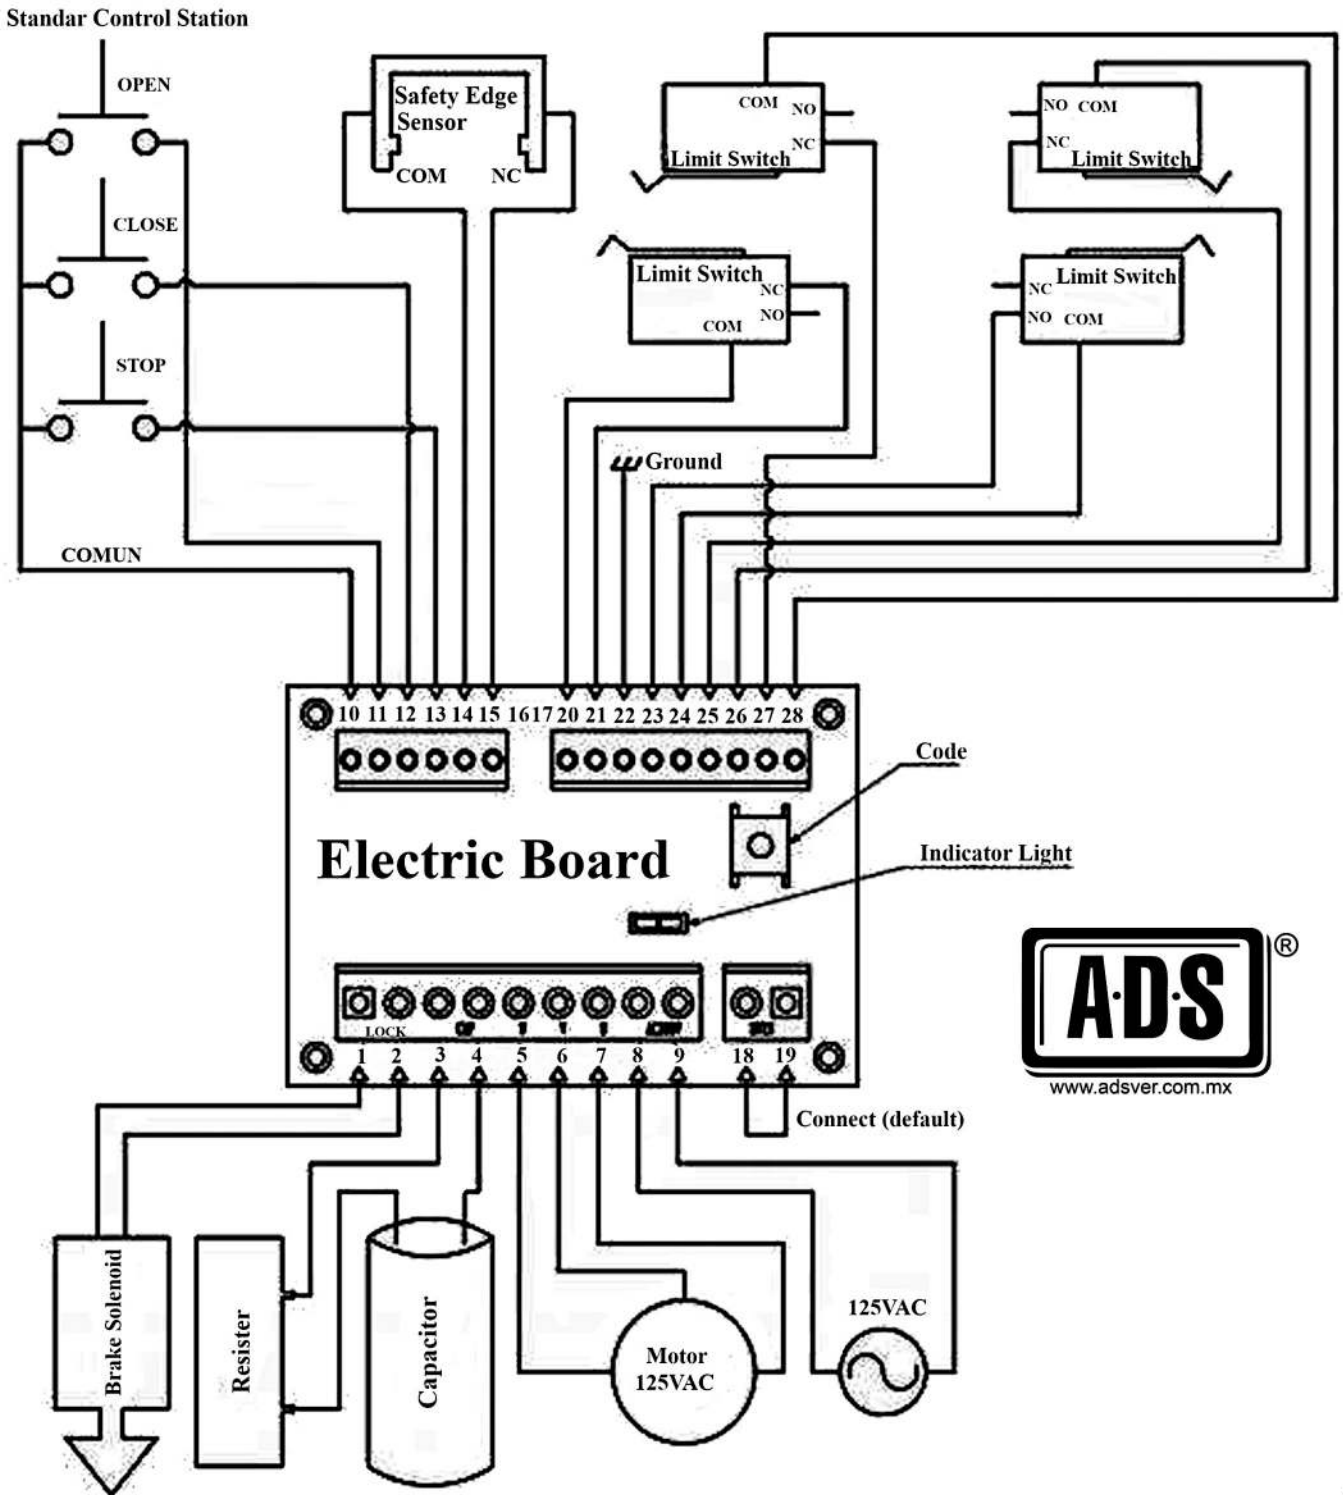

Figura 8
- a). - Pulse el Botón **CODE**, el **LED** Indicador se Enciende en la Tableta Electrónica y Liberar Inmediatamente el Botón. Puede Encontrar el Botón **CODE** y el **LED** Indicador en (Véase figura 8) El Led Indicador se Mantiene Encendido Durante 8 Segundos.
### 6.3.- Diagrama de Conexión y Cableado de la Tableta Electrónica del Operador. (véase figura 8).